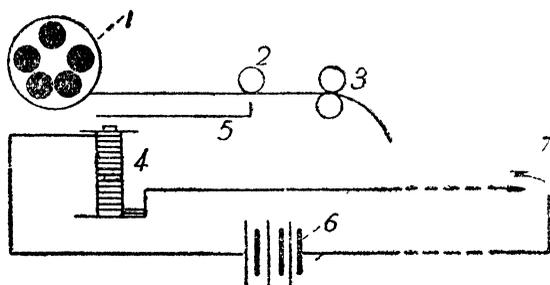

Рис. 275.
На рис. 275 — схема телеграфа. На ролике (1) намотана узкая бумажная лента, которая проходит под валиком (2) и между валиками (3). Под лентой помещается электромагнит (4), а около него колеблющийся якорь (5) с металлическим штифтом. Провода от магнита идут к батарее и в одном месте проходят через прибор, называемый ключом, который подобно кнопке звонка может то размыкать, то замыкать цепь.